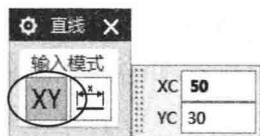

图 1-5 输入起点坐标
- (1) 单击“直线”按钮，在【直线】对话框中单击“坐标式”按钮，在动态框中输入 (50,30)，按 Enter 键确认，如图 1-5 所示。